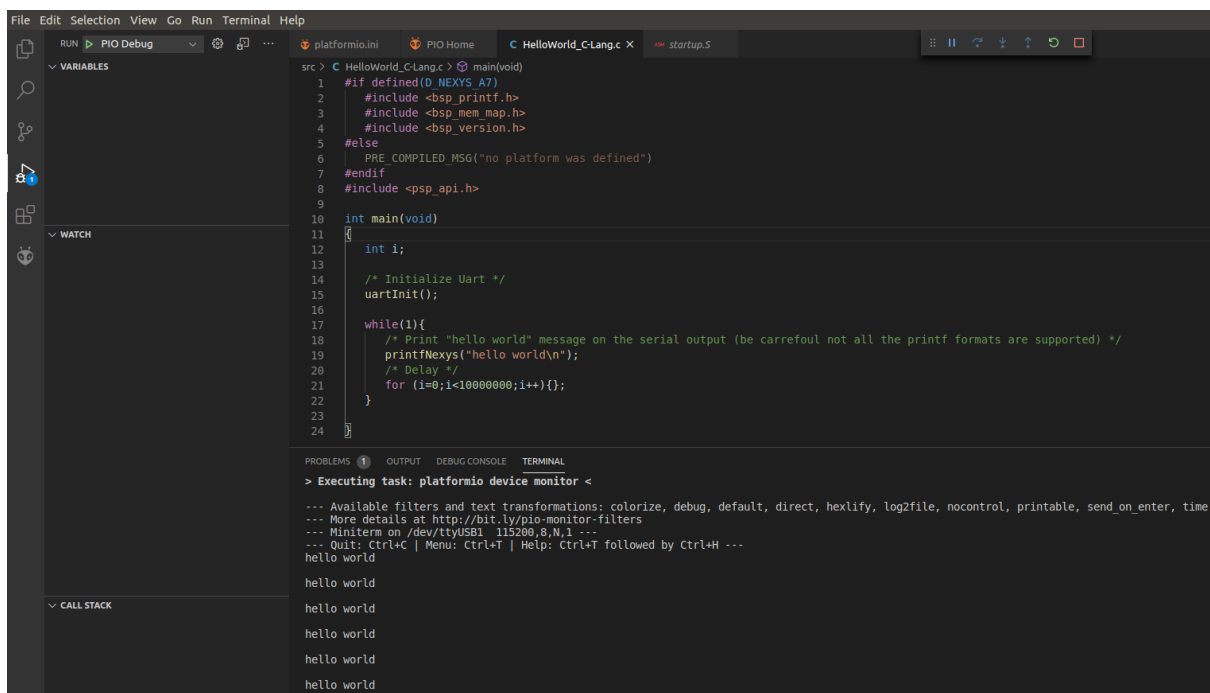

Figura 70. Ejecución del programa
5. La terminal serie imprime repetidamente el mensaje "HELLO WORLD !!!", como se muestra en la Figura 70.